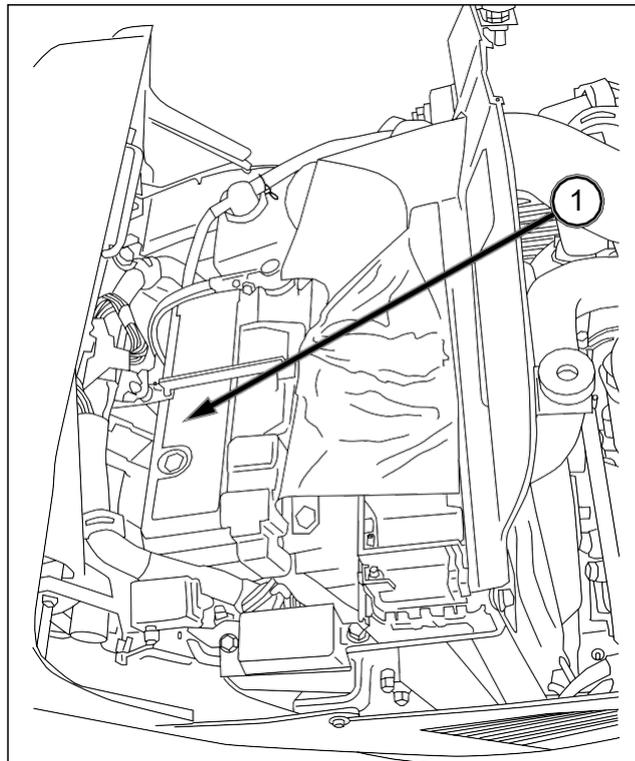

FIG. 121
FIG. 121: La batería (1) está situada bajo el capó motor delante del cuadro de instrumentación. Para desmontar la batería, controle el nivel de electrolito y limpie los cables, es necesario abrir el capó del motor.